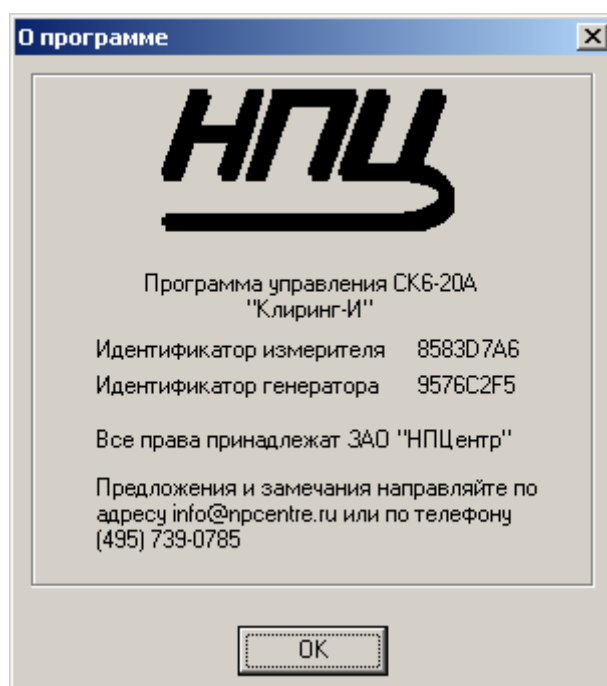

Рисунок 11. Окно «О программе»
2) для основной неизменяемой метрологически значимой части ПО измерителя-калибратора СК6-20А вычислен идентификатор (контрольная сумма), который указан в элементе меню «О программе» (см. рисунок 11) и подлежит проверке при поверках измерителя-калибратора.
мерителя-калибратора СК6-20А, числовое значение идентификатора метрологически значимой части ПО генератора-калибратора СК6-122 и контактная информация (см. рисунок 11).